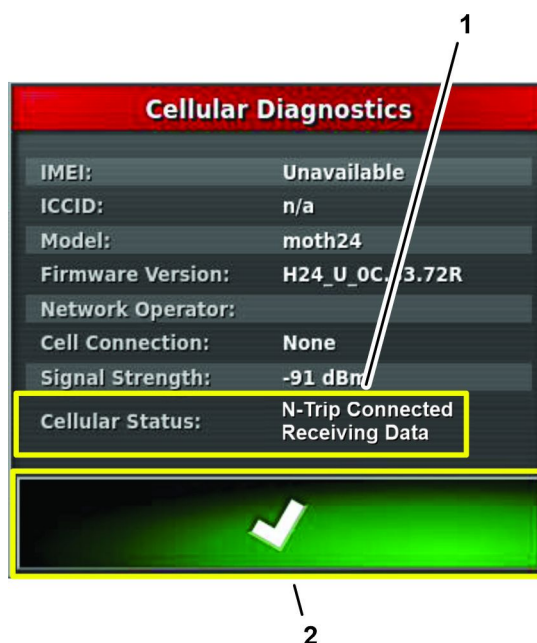

Figura 168
4. Premete l'icona della DIAGNOSTICA CELLE e verificate che nel campo dello stato delle celle sia visualizzato il messaggio N-TRIP CONNECTED RECEIVING DATA (Collegato a N-Trip - ricezione dati in corso) (Figura 168).